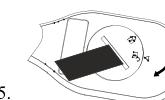

Рисунок 6.
5. Тонкой шпилькой поверните крышку по часовой стрелке до тех пор, пока не будет направлено в сторону «<» (см. рис. 6).